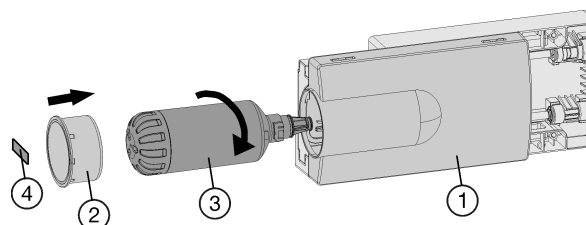

Fig. 8
▶ Mettre en place le filtre à eau Fig. 8 (3) à eau puis le tourner d'env. 100° vers la droite jusqu'à la butée.
▶ Insérer le tiroir Fig. 8 (1).
▶ Poser le couvercle du filtre Fig. 8 (2).
▶ Inscire la date du dernier remplacement sur l'autocollant Fig. 8 (4) fourni puis le coller sur le module.